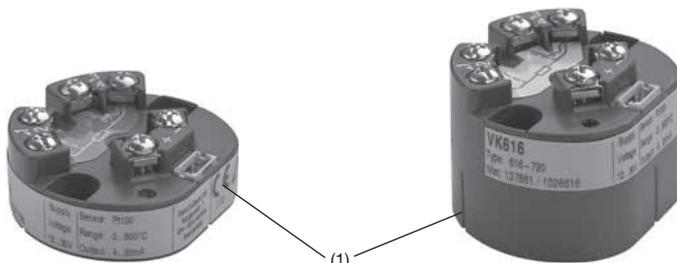

Fig. 1
2. Etendue de la livraison (figures 1 et 2)